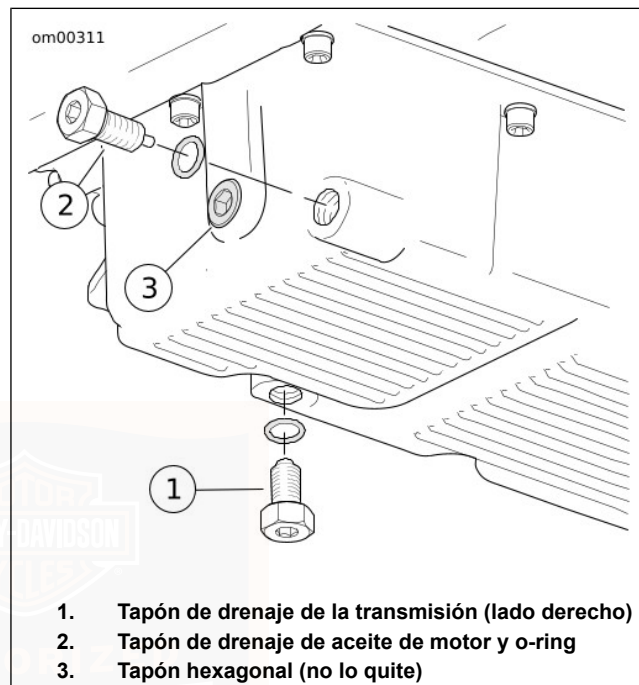

Figura 48. Colector de aceite
3. Vea Figura 48. Quite el tapón de drenaje de aceite (2). No quite el tapón hexagonal (3) o el tapón de drenaje de la transmisión (1). Deje que el aceite drene completamente.